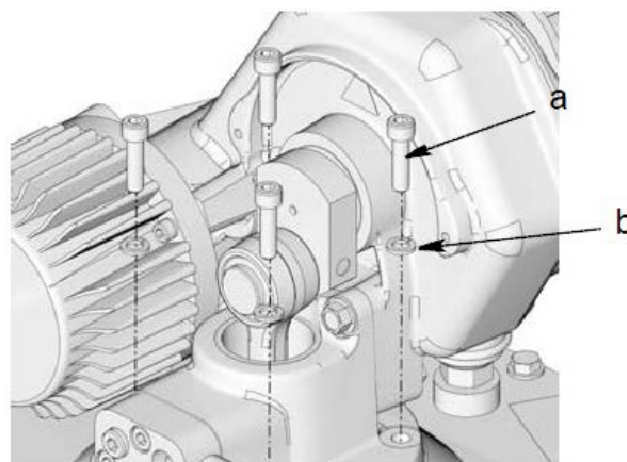

Рис. 42
26. Совместите отверстие в держателе насоса с отверстием в крышке масляного бака/гидробака. Надежно закрепите насос на крышке масляного бака/гидробака винтом (a) и шайбой (b) (рис. 42).